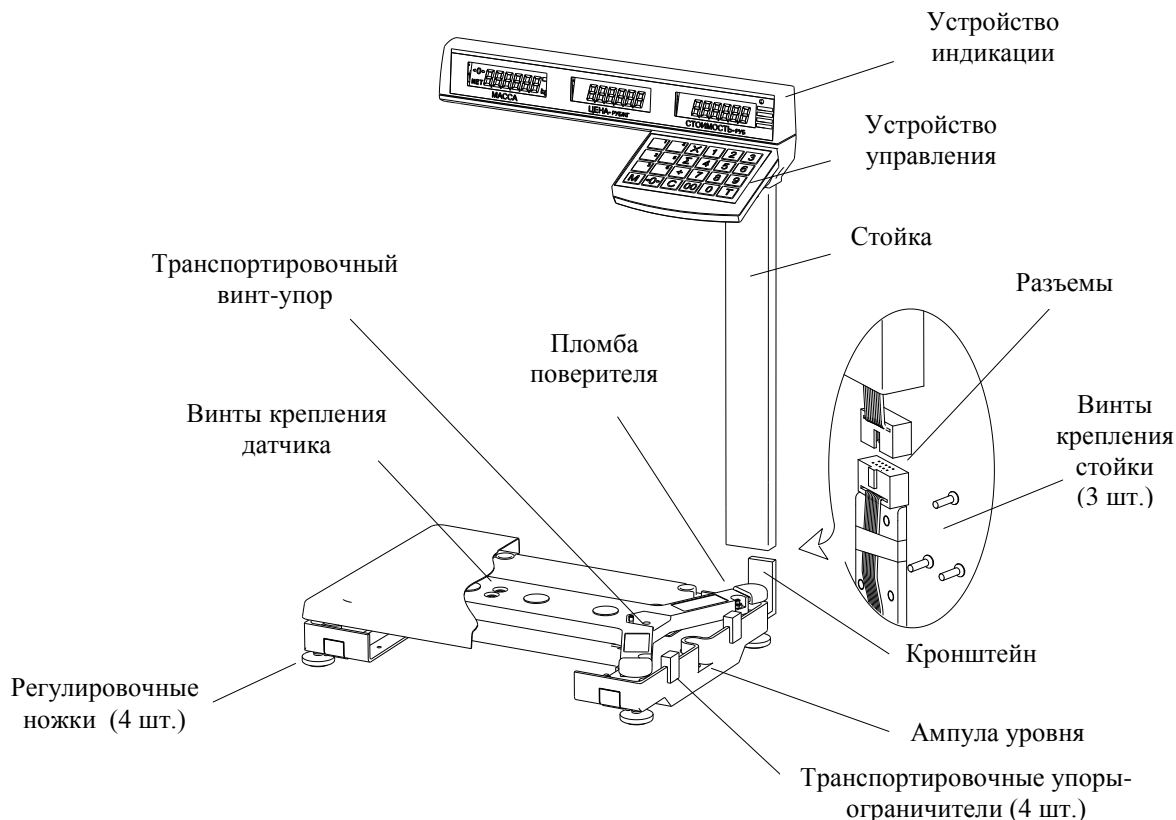
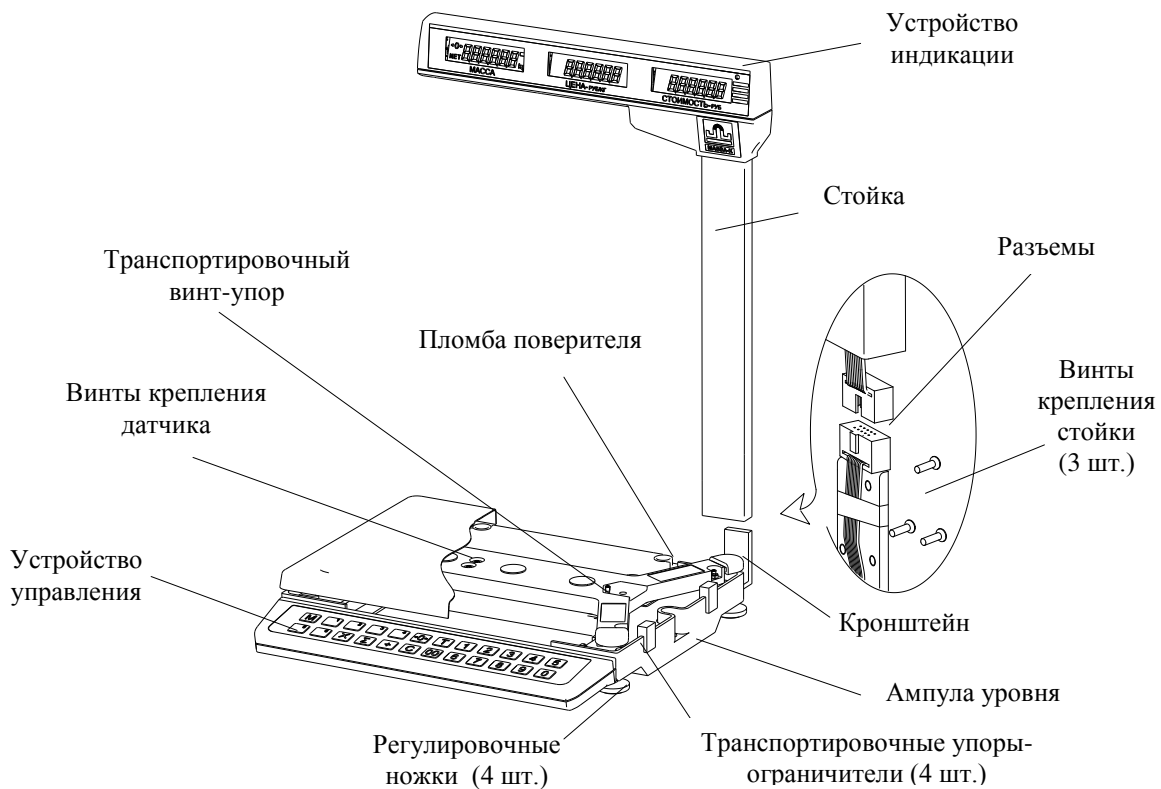

Рис. 5.1- Весы МК\_ТВ21
Рис. 5.2- Весы МК\_ТН21
Конструкция весов представлена на Рис. 5.1, Рис. 5.2. Расположение разъёмов весов МК\_ТН21(RU) – на Рис. 5.3 Назначение кнопок клавиатуры и элементов индикатора приведено в Табл. 5.1, Табл. 5.2.
6.2 Снять грузоприемную платформу с весов и убрать транспортировочные упоры-ограничители (Рис. 5.1, Рис. 5.2).